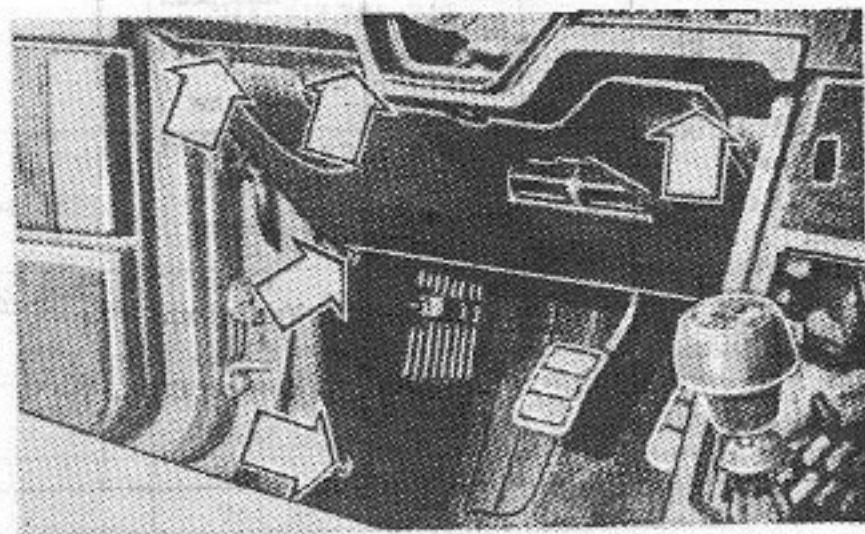

Рис. 3
• Выверните три винта крепления и извлеките щиток из-под панели приборов и воздухопровод из-под рулевой колонки (рис. 3).